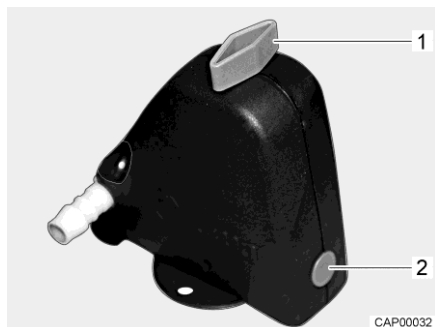
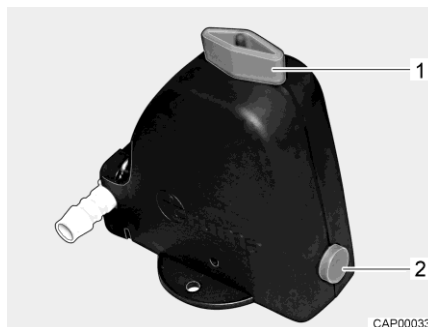

Bild 90 Säkerhets-/avtappningsventil stängd
Bild 91 Säkerhets-/avtappningsventil öppen
- Öppna säkerhets-/avtappningsventil (Bild 90). Vrid vredet (Bild 90,1) mot säkerhets-/avtappningsventilen. Tryckknappen (Bild 90,2) skjuts ut. Den öppna säkerhets-/avtappningsventilen visas i Bild 91.